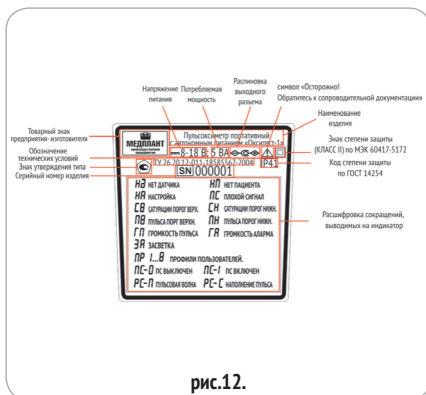

рис.12.
**6.1.** На каждом пульсоксиметре должна быть нанесена табличка (рис. 12), на которой должны быть указаны: